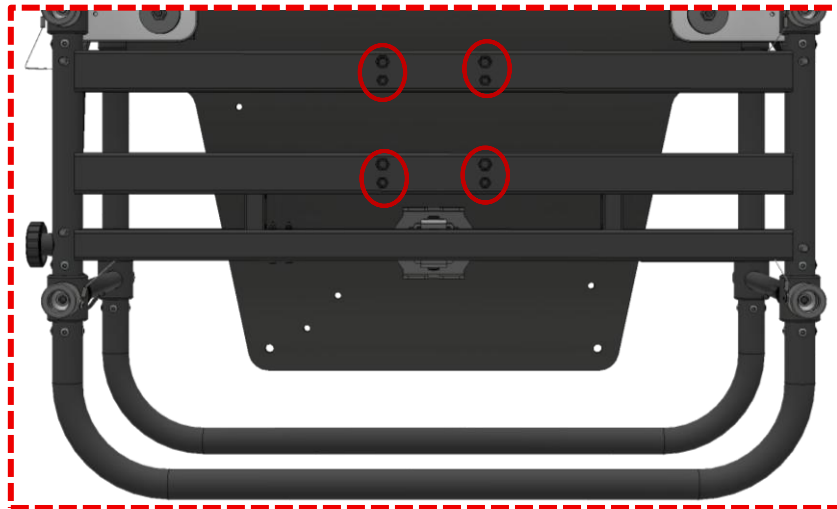

Abbildung 23 Kontrolle der Gewindebohrungen auf der Unterseite
- Vor und nach jeder Installation müssen die **M6- und M8-Montagebohrungen** (siehe rote Markierung in Abbildung 23) sorgfältig überprüft werden, da sie während der Installation des Aufhängezubehörs beschädigt werden können.